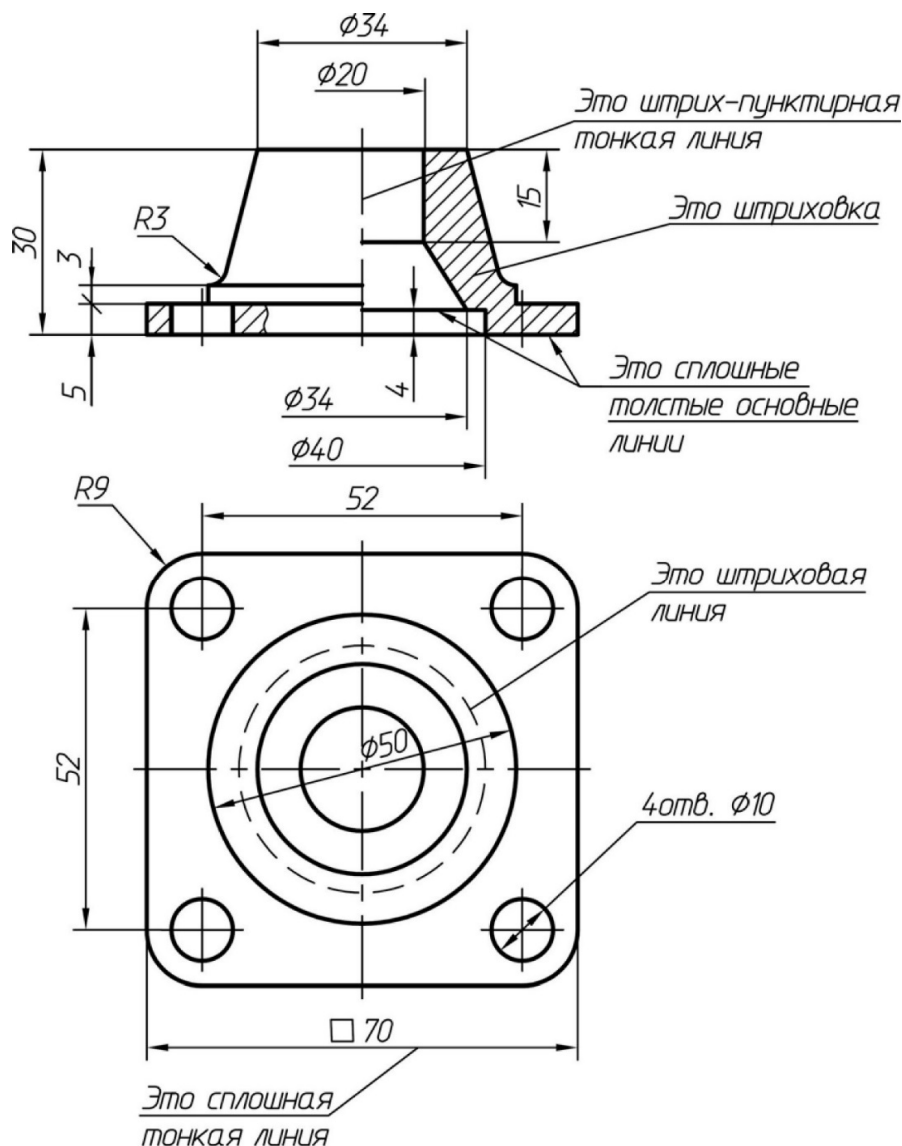

Рис. 30. Чертеж детали
Это чертеж детали (рис. 30). Деталь – это часть машины или механизма. На чертеже мы видим стандартные линии чертежа (ГОСТ 2. 303-68).
- 9) Расскажите текст товарищу. Смотрите на чертеж детали и показывайте стандартные линии чертежа (см. рис. 30).